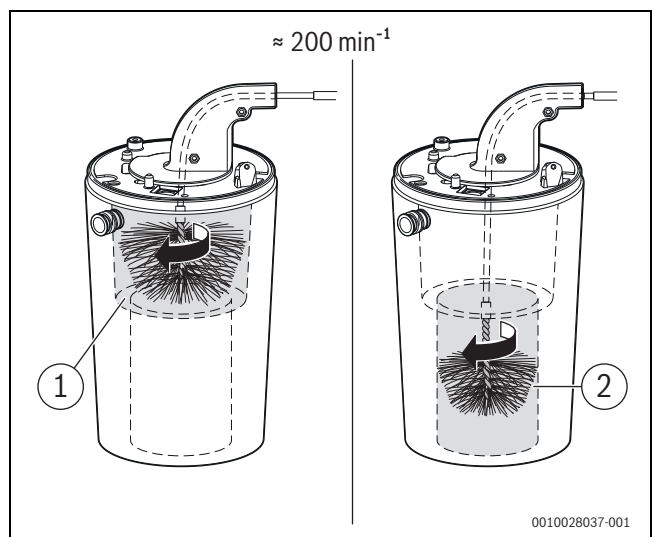

Bild 65 Wärmeblock reinigen (ca. 200 min-1, nur Rechtslauf)
- Mit kleiner Bürste für den unteren Bereich wiederholen (→ Bild 65, [2]).